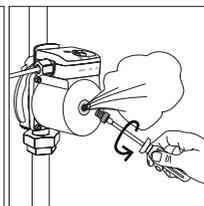

Fig. 09
- Com uma chave de fenda remova o parafuso de descarga e deixe o ar sair até verter um pouco de água [Fig. 09].